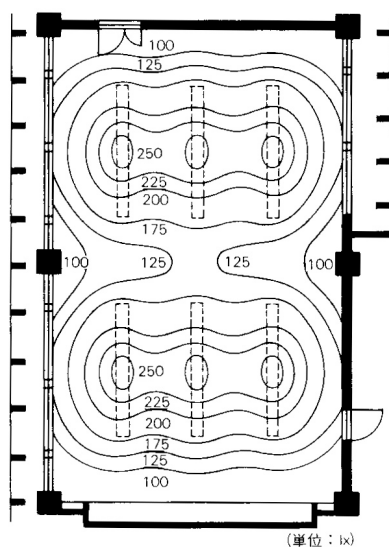

図2 人工照明の照度分布の例（出典：参考文献 [3], p. 74）
- ・ レポート作成にあたっては、実験用教材 p. 75 の 6.2 を参照。照明基準には、教科書 p. 102 の表 1-1, もしくは実験用教材 p. 71 の表 3.1.2 などを用いる。あわせて、次ページの図 2 のような分布図も描く。